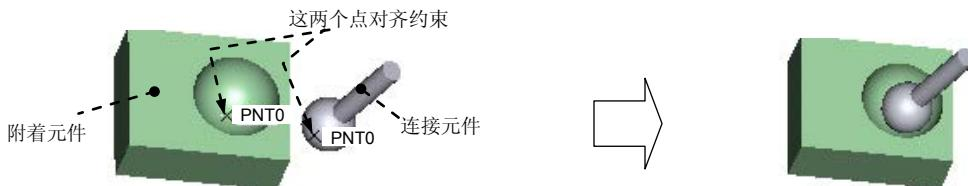

图 12.2.6 球 (Ball) 接头
球接头如图 12.2.6 所示，在这种类型的接头中，连接元件在约束点上可以沿任何方向相对于附着元件旋转。球接头只能是一个点对齐约束。球接头提供三个旋转自由度，没有平移自由度。
Step3. 创建球接头。在约束集选项列表中选取 球 选项，单击操控板菜单中的 放置 按钮，分别选取图 12.2.6 中的两个点。